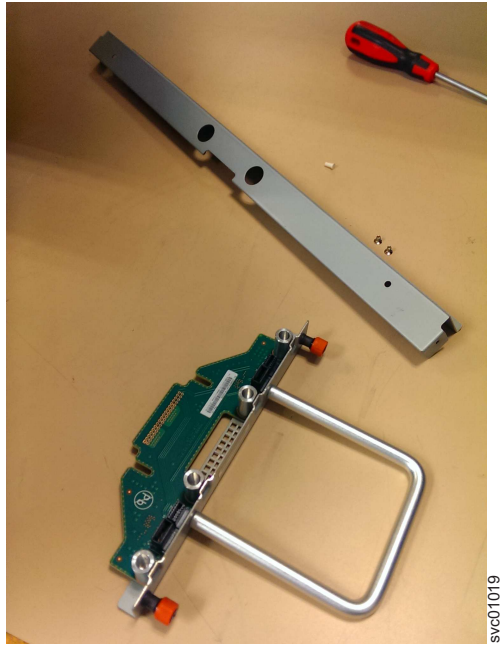

Figure 127. Pièces de FIB retirées du châssis
4. Placez la FIB (illustrée dans la figure 127) dans un endroit sûr.